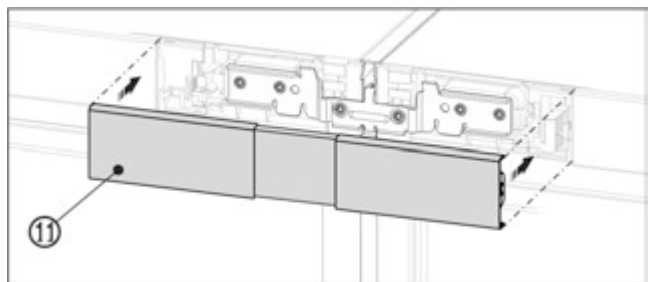

Fig. 24 Приблизне відображення
- ▶ Встановіть верхню кришку Fig. 24 (11) на відкритий проміжок між обома панелями блоку керування. Зверніть увагу, щоб зовнішні боки кришки були з'єднані урівень з панелями блоку керування.